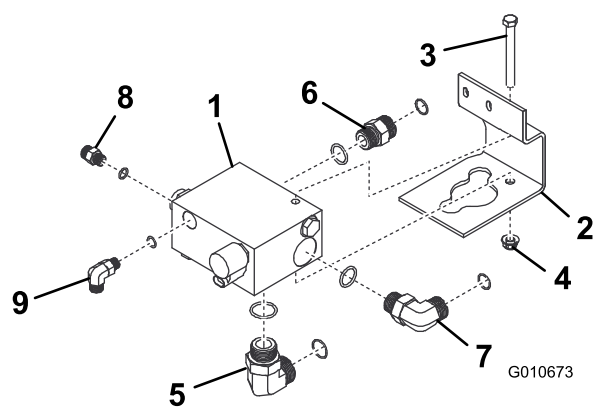

Figura 1
3. Montate e orientate i raccordi sul collettore del ripartitore di flusso (Figura 1) nel modo seguente:
- Inserite il raccordo a 90 gradi grande sotto il collettore del ripartitore di flusso (Figura 1, riferimento 5). Posizionate il raccordo come illustrato; accertatevi che il dado di supporto sia in posizione completamente retratta. Non serrate ancora gli elementi.
- Inserite il raccordo diritto grande dietro il collettore del ripartitore di flusso (Figura 1, riferimento 6). Serrate il raccordo a una coppia di 110-118 Nm.
- Inserite il raccordo a 90 gradi medio nel lato sinistro del collettore del ripartitore di flusso (Figura 1, riferimento 7). Posizionate il raccordo come illustrato, con il dado di supporto in posizione completamente retratta. Non serrate ancora gli elementi.
- Inserite il raccordo diritto piccolo nel lato destro del collettore del ripartitore di flusso (Figura 1, riferimento 8). Serrate il raccordo a una coppia di 110-118 Nm.
- Inserite il raccordo a 90 gradi piccolo sul lato anteriore del collettore del ripartitore di flusso (Figura 1, riferimento 9). Posizionate il raccordo come illustrato, con il dado di supporto in posizione completamente retratta. Non serrate ancora gli elementi.